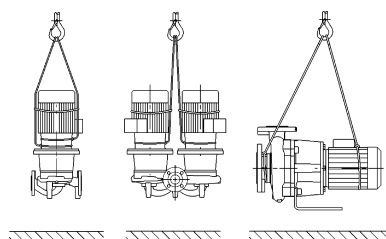

Fig. 7: Transport av pumpen
- Transportløkkene på motoren fungerer kun for å lede reimene ved opptak av lasten (Fig. 7).